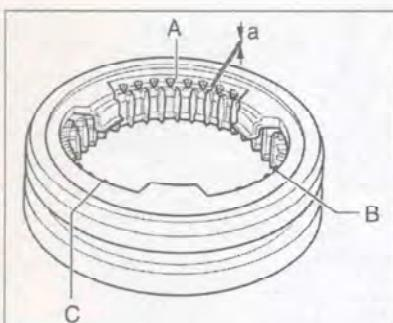

Рис. 7.110. Прижмите блокирующее кольцо к скользящей муфте синхронизатора и измерьте зазор a в трех местах (A, B и C).
26. Прижмите блокирующее кольцо к скользящей муфте синхронизатора и измерьте зазор a в трех местах (A, B и C) (рис. 7.110). Вычислите среднее значение и сравните его с номинальным. **Номинальное значение:** не более 0.5 мм.